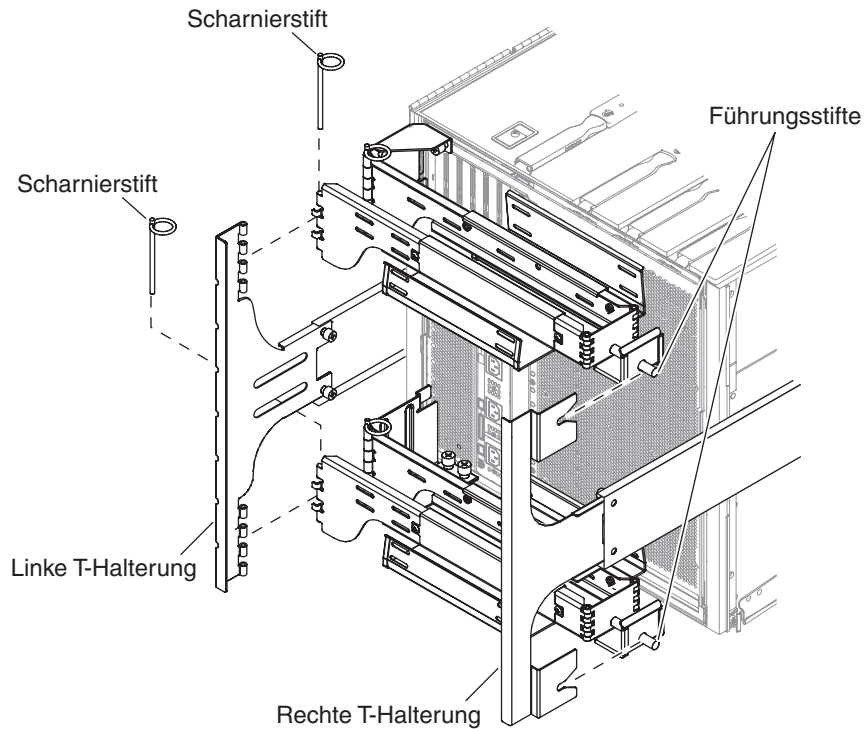

ABBILDUNG 1-23 Befestigen des oberen/unteren Kabelführungsarms an der T-Halterung
9. Fixieren Sie den oberen Kabelführungsarm mit einem Scharnierstift an der linken T-Halterung (ABBILDUNG 1-23).
10. Fixieren Sie den unteren Kabelführungsarm mit einem Scharnierstift an der linken T-Halterung (ABBILDUNG 1-23).